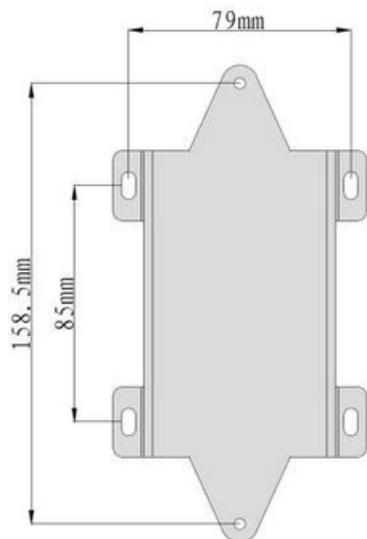

Figura 4: Staffa di montaggio
3. Fissare la staffa di montaggio alla parete con quattro viti ST4x30. Fare riferimento alla Figura 4.